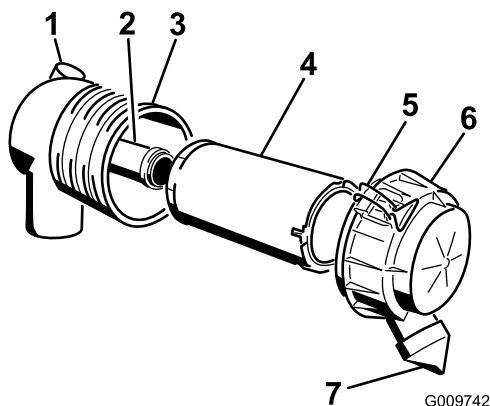

Figure 55
1. Sortez le préfiltre du boîtier du filtre avec précaution (Figure 55).
4. Si vous remplacez l'élément filtrant de sécurité, insérez-le avec précaution dans le boîtier du filtre (Figure 55).
6. Reposez le couvercle du filtre à air, le côté portant l'inscription « UP » en haut, et verrouillez-le (Figure 55).